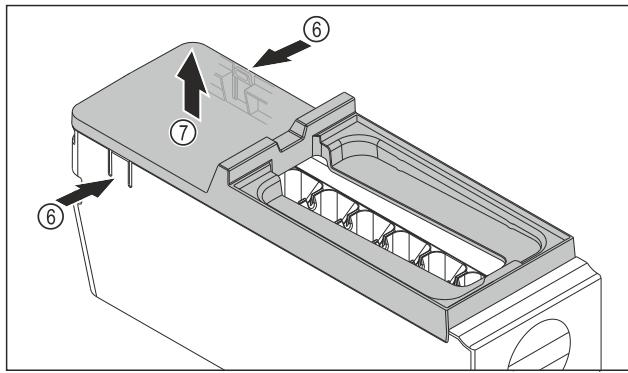

Fig. 213
- ▶ Retirer le couvercle du corps de l'EasyTwist-Ice : D'une main, pousser les languettes Fig. 213 (6) des deux côtés du corps de l'EasyTwist-Ice.
- ▶ De l'autre main, retirer le couvercle Fig. 213 (7) vers le haut.